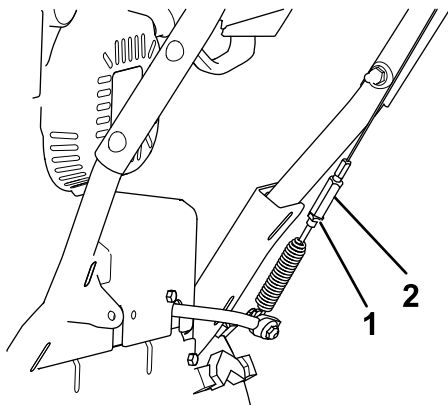

**Figura 35**
3. Cu maneta de angrenaj melcat/rotor decuplată, asigurați-vă că distanța dintre braul angrenajului melcat și cadrul mainii este de 1,5 mm, așa cum se arată în Figura 35.